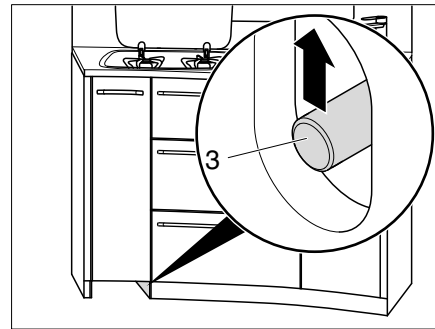

Bild 132 Låsa upp kökslådor
- Skjut skjutstången (Bild 132,3) uppåt.